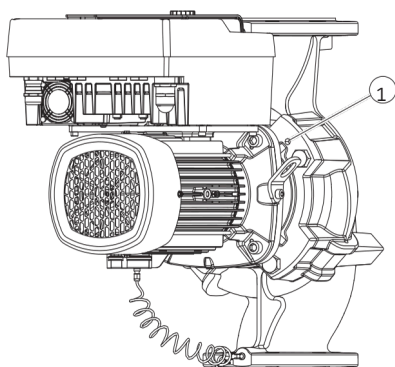

Fig. 11: Éjection du kit embrochable par les trous taraudés (selon le type de pompe)
- Desserrer le kit embrochable (voir Fig. 4) du corps de pompe. Plusieurs procédures sont possibles selon le type de pompe (voir Fig. I ... III) : Pour le type de pompe de la Fig. I, desserrer les vis (pos. 29). Éjecter le kit embrochable du corps de pompe. Pour le type de pompe des Fig. II et Fig. III, utiliser pour ce faire les deux trous taraudés (Fig. 11, pos. 1). Utiliser les vis appropriées fournies par le client (p. ex. M10 x 25 mm).
5. Éjecter le kit embrochable (voir Fig. 4) du corps de pompe. Pour ce faire, utiliser les deux trous taraudés (voir Fig. 11). Pour desserrer le logement, visser des vis M10 de longueur adéquate dans les trous taraudés.
7. Desserrer les deux vis imperdables de la tôle de protection (Fig. II, pos. 27) et retirer la tôle de protection.
8. Engager une clé plate de surplat 27 mm dans le regard de la lanterne et maintenir l'arbre au niveau des surfaces de serrage (Fig. II, pos. 16). Dévisser l'écrou de blocage de roue (Fig. II, pos. 22). Retirer la roue (Fig. II, pos. 21) de l'arbre avec un dispositif de tirage.
9. Desserrer la tôle de support du capteur de pression différentielle (Fig. I, pos. 13) de la bride du moteur en desserrant la vis (Fig. II, pos. 10). Laisser le capteur de pression différentielle (Fig. I, pos. 8) suspendu avec la tôle de support (Fig. I, pos. 13) au niveau des